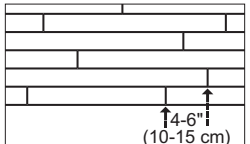

Figura 4
- Es importante alternar los extremos de los tabloncillos en hileras contiguas a un mínimo de 4-6" (10 - 15 cm) siempre que sea posible (Figura 4). Esto ayudará a garantizar un aspecto general más favorable del piso.
- Verifique que los bordes y extremos de cada tablón hayan encajado bien y estén ajustados. Las juntas de extremo de las hileras adyacentes deberán escalonarse a 4-6" (10-15 cm) siempre que sea posible, para garantizar un aspecto general más favorable (Figura 4).